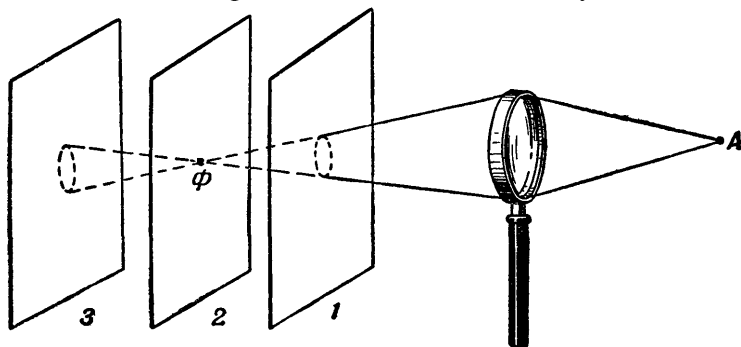

Рис. 4. Резкое изображение световой точки  $A$  получается только в фокусе линзы  $\Phi$
Рис. 4 поясняет, почему это так происходит. Лучи от точки  $A$  проходят через линзу и идут далее сходящимся пучком. Пройдя точку  $\Phi$ , называемую фокусом линзы, они снова расходятся. На рисунке изображён экран в трёх положениях: между линзой и точкой  $\Phi$  (1), в точке  $\Phi$  (2) и за точкой  $\Phi$  (3). Понятно, что только в точке  $\Phi$  мы имеем резкое изображение источника света  $A$ . В двух других положениях вместо точки мы получим расплывчатое круглое пятно. В этом и причина уменьше-